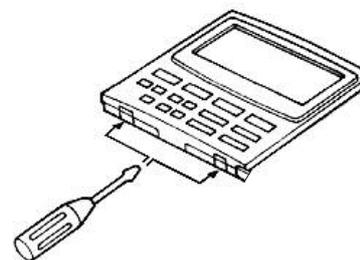

Fig. 3-114
- (1) Retirez le couvercle de la télécommande filaire en option. (Fig. 3-114)